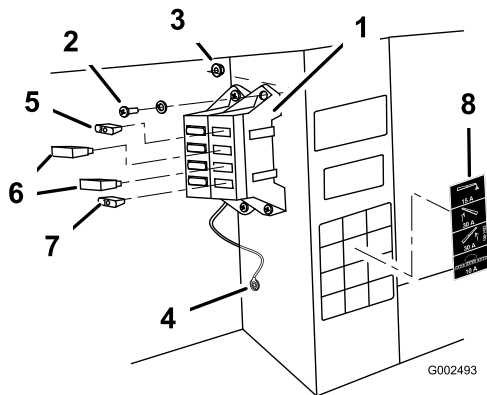

Figura 8
- Collegate il cavo nero di messa a terra al bullone di 6 mm (1/4) previsto sul lato interno del telaio del veicolo, utilizzando la rondella a stella (Figura 8).
- montate il fusibile da 15 A nella fessura del fusibile del tracciabile schiumogeno (Figura 8).
- Montate i due interruttori termici da 30 A nelle fessure dei fusibili della barra sinistra e destra (Figura 8).
- Montate il fusibile da 10 A nella fessura del fusibile dell'irroratrice (Figura 8).